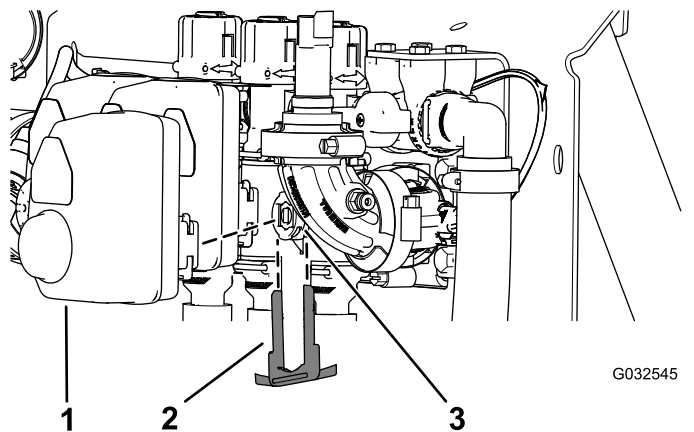

図 101
2. アクチュエータを個別ブームバルブまたは攪拌バルブ用のマニホルドバルブに固定しているリテーナを外す 図 101。